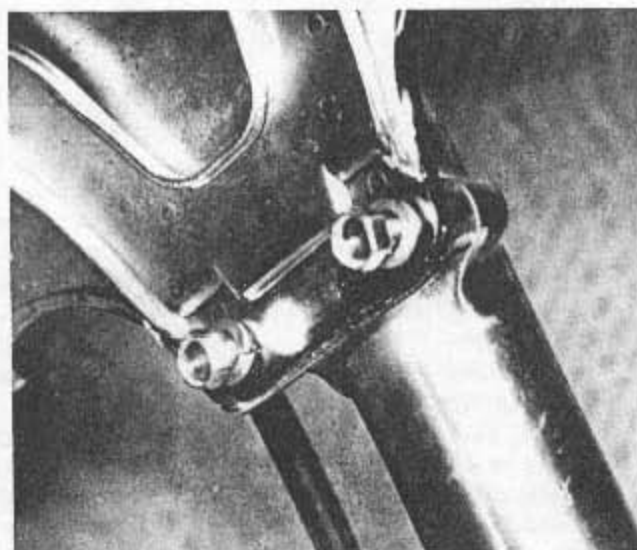

Bild 219
- Das Schutzblech befreien und aus den Gabelbeinen herausheben. Das Schutzblech wird mit je zwei Schrauben an den Gabelgleitrohren gehalten (Bild 219).